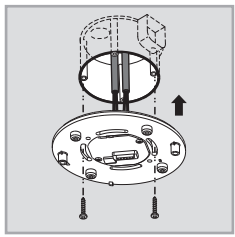

FIG. 15
3.3.3.3 Passa strömförsörjningslådan i standardkopplingsdosan och fixera dem med två skruvar (se FIG. 15).